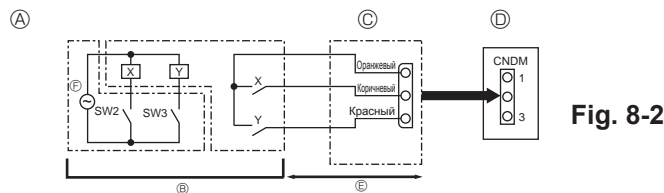

Fig. 8-2
8.2. Функция пониженного электропотребления (модификация по месту) (Fig. 8-2)